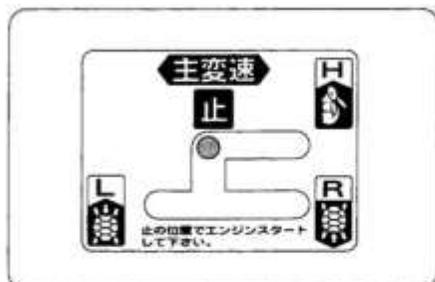

図33
- ① 主変速レバーを [L (低)・H (高)・R (後)] 位置に入れます。(図33)